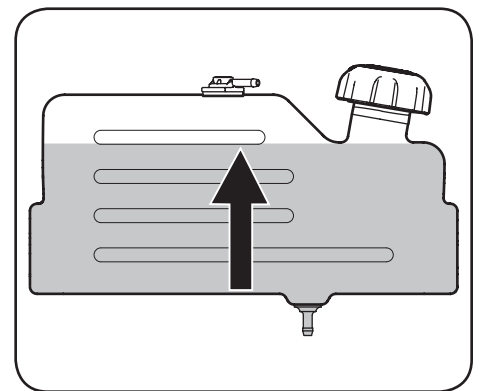

Figura 2-9
- Cargue el depósito de combustible con gasolina. Sólo se debe utilizar gasolina limpia, nueva (con menos de 30 días de antigüedad) y sin plomo. Llene el depósito hasta la base del cuello de llenado dejando espacio para la dilatación del combustible. **NO LLENE EL DEPÓSITO DE COMBUSTIBLE AL MÁXIMO.** Consulte la Figura 2-9.